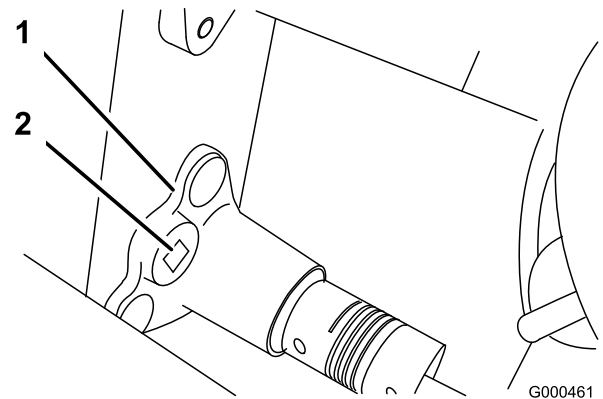

Figura 44
- B. Usando una llave dinamométrica de 3/8 pulgadas, gire el alojamiento del cojinete con una fuerza de 3,9–4,5 Nm para ajustar la tensión de la correa (Figura 44).